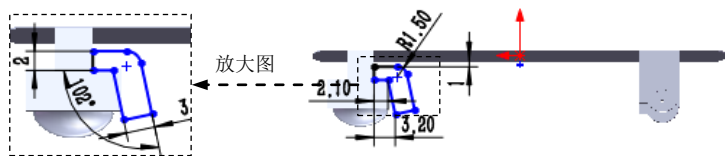

图 15.4.34 横断面草图
② 定义横断面草图。在草图环境中绘制图 15.4.34 所示的横断面草图。
③ 选择下拉菜单 **插入(I)** → **退出草图** 命令，退出草图环境，此时系统自动生成